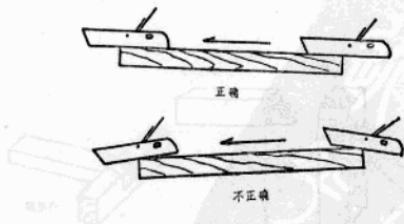

图21 刨削方法
(1) 根据木料的长短选用刨子。短木料可用中刨；较长的木料则先用中刨粗刨，后用长刨进行精刨。
(2) 推刨时，双手握刨柄，食指用力压在刨壳两边，使刨子保持平衡；两脚分开，左脚在前，右脚在后，两脚需要移动时，脚步要均匀；借助腰力，将刨子一刨一刨地往前推至末端。退刨时要放松，如图21所示。